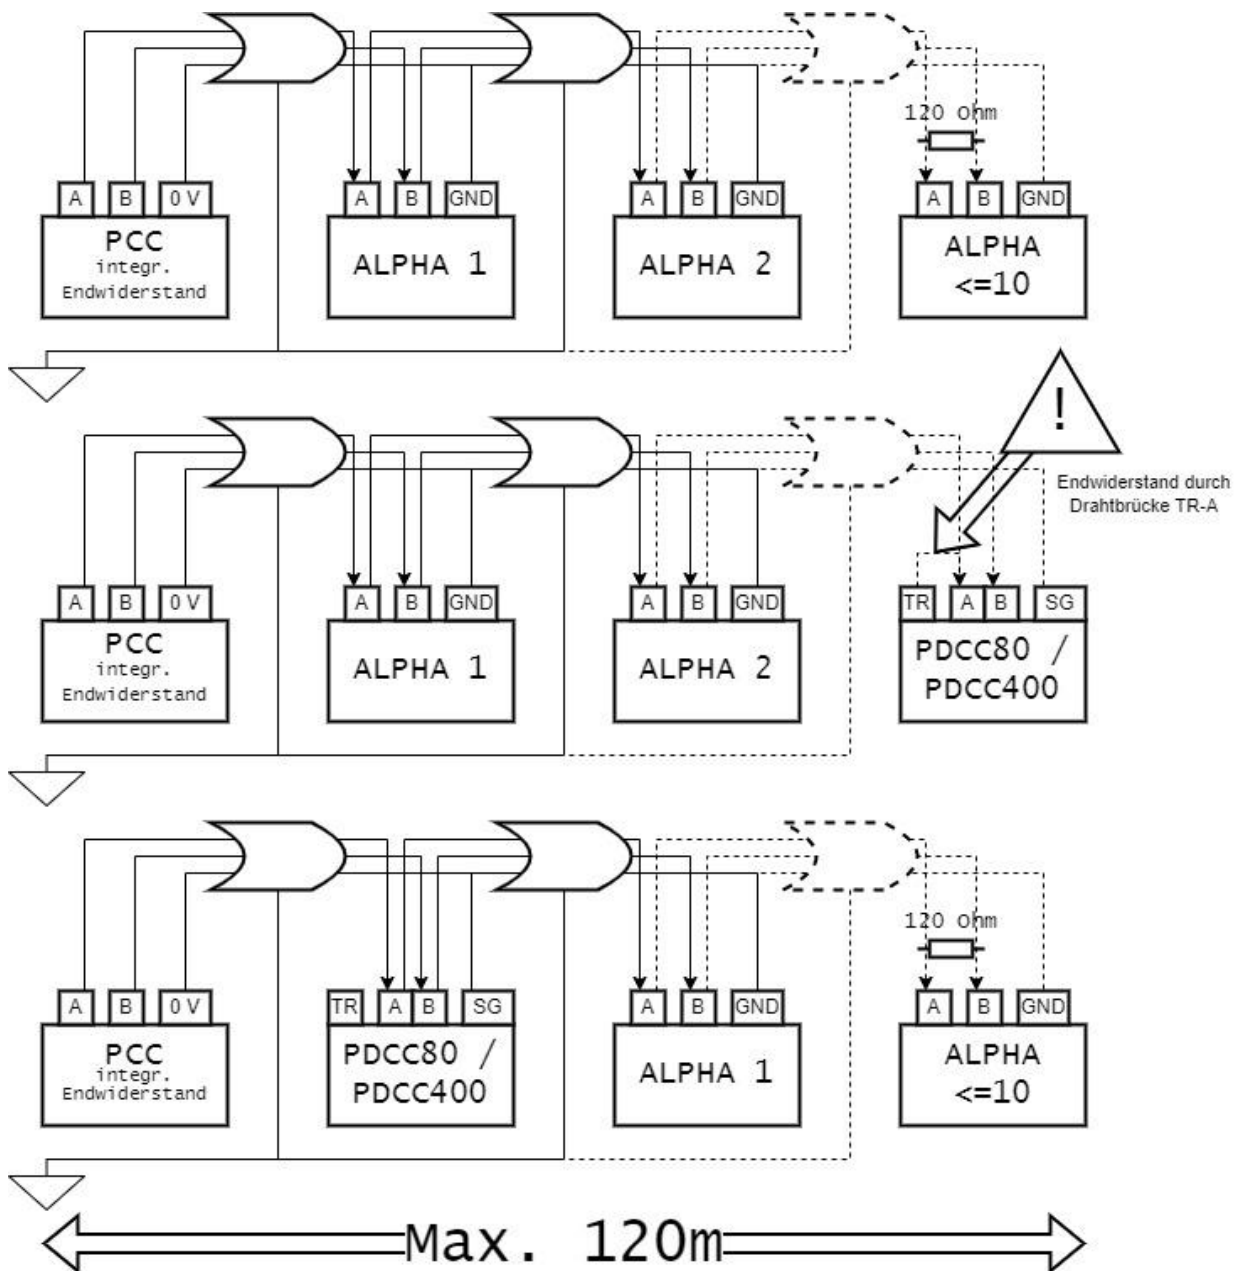

Abbildung 3 Modbus-Verkabelung
- Schließen Sie die Modbus-Leitungen über die Klemmen A und B an. Es wird empfohlen jede Wallbox mit einer mind. 5-adrigen Mantelleitung (2x A, 2x B, 1x GND) zu verbinden und in einem Hauptverteiler die Verbindung mit Klemmen oder Klemmleisten herzustellen (siehe Abbildung 3).